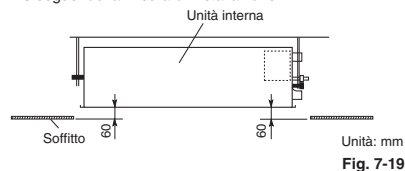

Fig. 7-19
(1) Regolare la distanza tra l'unità e la superficie del soffitto (60 mm) usando i 2 dadi esagonali come indicato in Fig. 7-19 seguendo la misura di installazione.